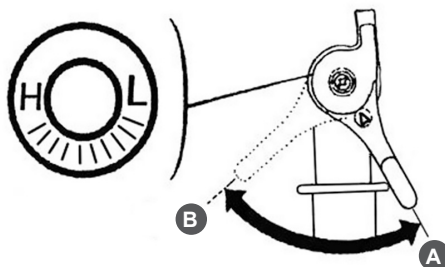

Рис. 17 Положения рычага газа
- Переведите рычаг газа в 1/3 хода в сторону положения максимальных оборотов двигателя (Рис. 17).